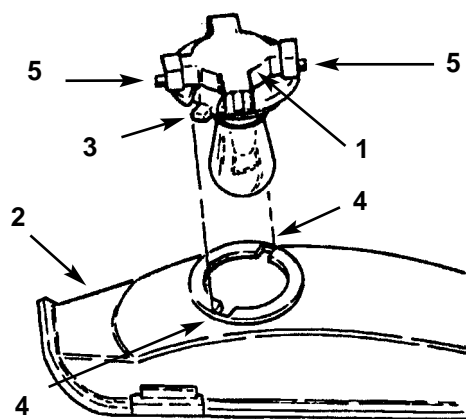

Fig. 35
3. Girate il portalamпада di $\frac{1}{4}$ di giro in senso antiorario, e toglietelo dal riflettore (Fig. 35).
4. Spingete la lampada e fatela girare in senso antiorario fin quando si ferma (circa $\frac{1}{4}$ di giro), quindi toglietela dal portalamпада (Fig. 35).
2. Il portalamпада è provvisto di due guide (Fig. 35). Allineate le alette con le guide nel riflettore, inserite il portalamпада nel riflettore e giratelo di $\frac{1}{4}$ di giro in senso orario, fin quando non si ferma.